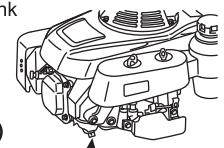

Abb. 41
- Lassen Sie jegliches Benzin aus dem Kraftstofftank und dem Vergaser ab. (Siehe Abb. 41)